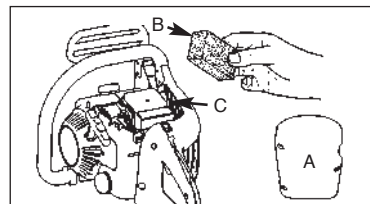

Bild. 15
1. Entfernen Sie die obere Abdeckung (A), indem Sie Befestigungsschrauben der Abdeckung entfernen. Die Abdeckung lässt sich dann abnehmen.
2. Heben Sie den Luftfilter (B) aus dem Luftkasten heraus (C) (Bild. 15).